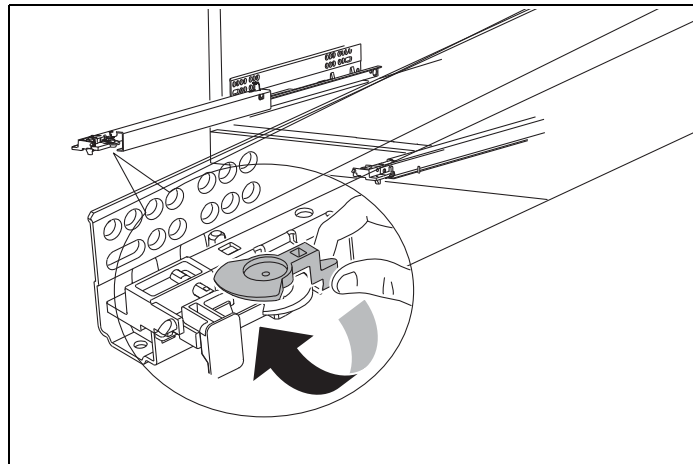

Fig. 10
- För att lyfta apparaten i fronten (max. 2 mm), vrid spärren såsom visas i Fig. 10 .